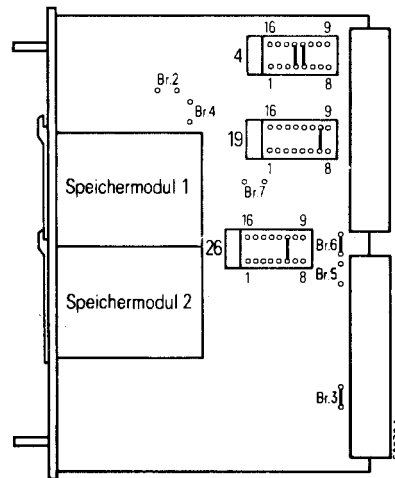

Bild 5 Speicherbaugruppe 350/1
- Brücken 4.4–13 und 4.5–12 einlegen (Bild 5).
- Brücke 19.7–10 einlegen (Bild 5).
- Brücke 26.6–11 einlegen (Bild 5).